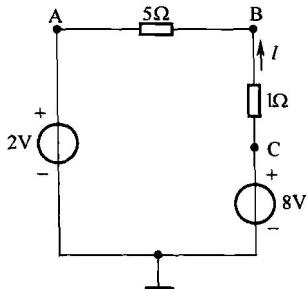

图 1.1
【例 1】 电路如图 1.1 所示。(1) 求电位 V_A 、 V_B 及电压 U_{AB} 。(2) 若以 C 点为参考点，求 V_A 、 V_B 及电压 U_{AB} 。